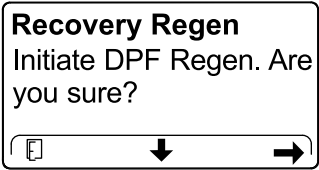

Figura 61
- En la pantalla INITIATE DPF REGEN (Iniciar regeneración de DPF), pulse el botón derecho para continuar (Figura 61).